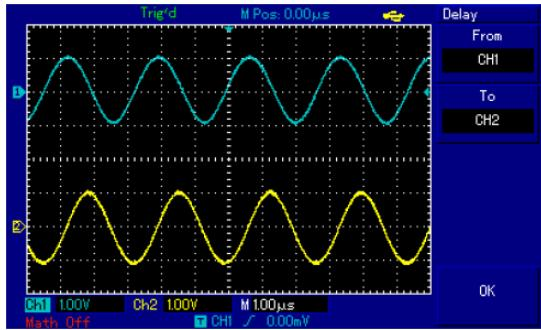

Рисунок 3-2. Задержка сигнала
2) Обратите внимание на изменения осцилограммы (см. Рисунок 3-2)